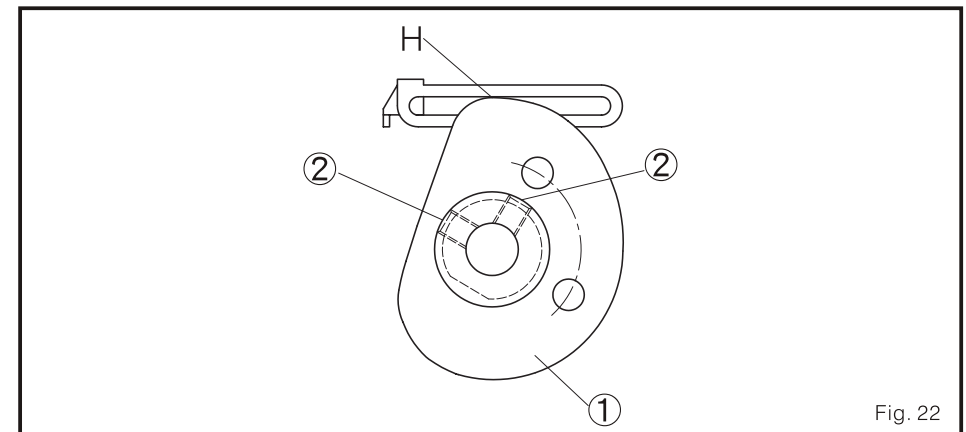

Fig. 22
1. O fig. 22 são a visão dianteira da leva do seleção-linha do looper.